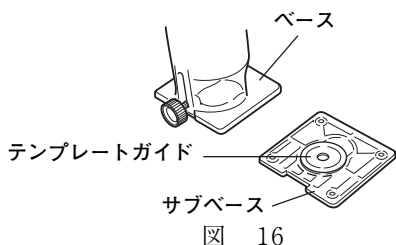

図 16
- (1) ベースとサブベースを止めている4本のネジをプラスドライバーではずします。
- (2) ベースとサブベースの間にテンプレートガイドをはさみ、4本のネジで締付けます。(図16) 4本のネジは普通よりややゆるめに締付けてください。締付力トルクは0.98～1.47 N・m {10～25 kgf・cm} が適当です。